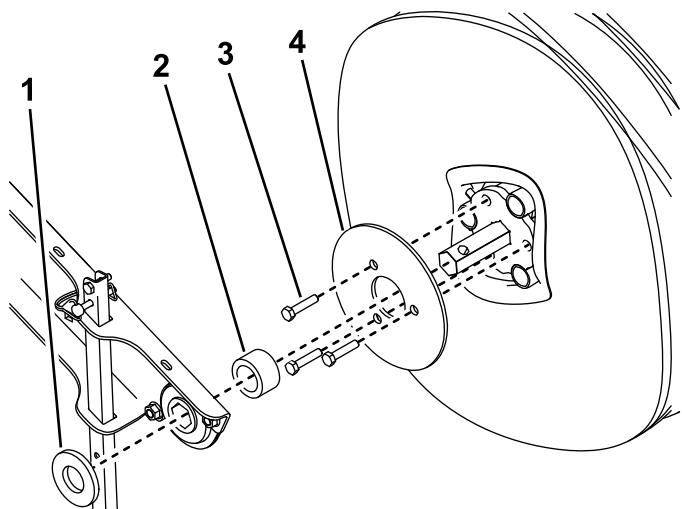

Figure 24
8. D'un côté de la brosse, retirez la rondelle, sortez la brosse du support et retirez l'entretoise (Figure 24).
16. Installez la plaque de protection comme montré à la Figure 24, jusqu'à ce qu'elle soit parfaitement en appui contre la face de l'axe.
17. Installez l'entretoise, glissez la brosse sur le support et installez la rondelle (Figure 24).